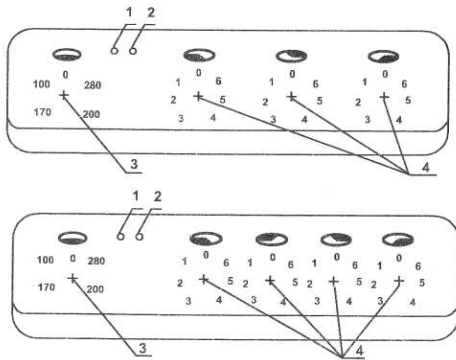

Рис. 2. Панель электроплиты (трех и четырехконфорочная)
- 5.3. Сигнальная лампочка конфорок рис.2 загорается при включении на любую степень мощности.
- 5.4. Регулировка мощности электроконфорок осуществляется при помощи переключателей, ручки которых расположены на панели управления электроплиты рис.2.
- 5.6. Сигнальная лампочка жарочного шкафа рис.2 загорается при включении его на любую степень мощности.
- 5.7. Регулирование мощности трубчатых электронагревателей жарочного шкафа производится переключателем мощности, ручка которого расположена на панели управления электроплиты, рис.2.